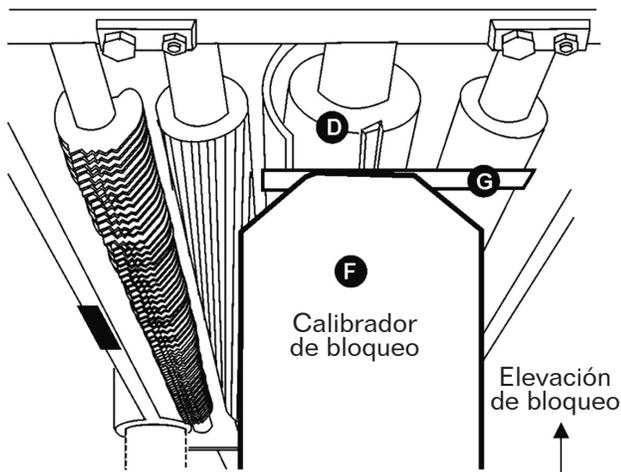
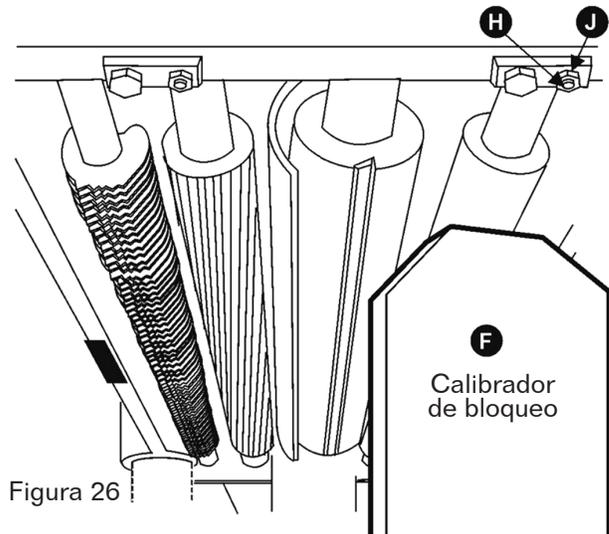

Figura 25
Figura 26
3. Coloque el calibrador de bloqueo (F, Figura 25) sobre la mesa directamente debajo del cabezal cortador (D, Figura 25).
4. Utilizando un calibre de espesor de 0,02" (0,5 mm) (G, Figura 25) colocado encima del calibrador de bloqueo, levante la mesa de trabajo hasta que la cuchilla toque el calibrador de espesor cuando la cuchilla esté en su punto más bajo. No mueva la mesa de trabajo hasta que se ajuste el rodillo de salida.
5. Retire el calibre de espesor y mueva el calibrador de bloqueo (F, Figura 25) debajo de un extremo del rodillo de salida. La parte inferior del rodillo de salida debe tocar la parte superior del calibrador de bloqueo. Si es necesario ajustar el rodillo de salida, afloje la tuerca de bloqueo (J, Figura 26) y gire el tornillo (H, Figura 26) hasta que el rodillo de salida toque el calibrador de bloqueo. Luego apriete la tuerca de bloqueo (J, Figura 26).